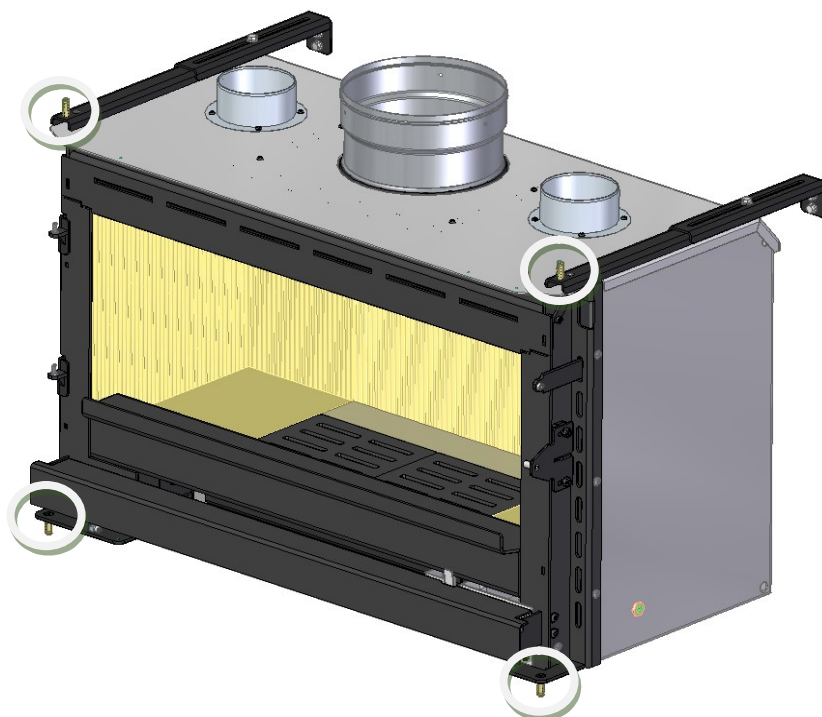

Figure 17 - Fixation de l'équipement à la maçonnerie
15. Si vous avez l'intention d'installer l'appareil dans une maçonnerie, vous devez utiliser les chevilles murales en laiton et les vis à tête fraisée fournies avec le kit de fixation de l'appareil, PA1090G053. Vous devez prendre les mesures correctes pour percer les trous dans la maçonnerie et fixer l'appareil aux endroits indiqués à la Figure 17.